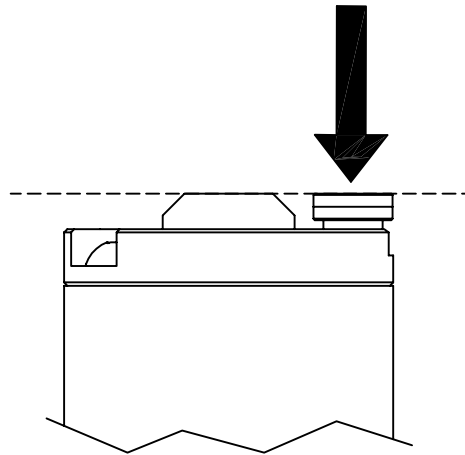

Figura 7.5 Posição de elemento de temperatura
17. Verifique que o elemento de temperatura (a) está corretamente montado. O elemento de temperatura deve estar nivelado com o prisma, Figura 7.5. Se bem montado o sensor de temperatura deve poder ser empurrado cerca de 2-3 mm. como indicado pela seta em Figura 7.5, mas volta à posição exterior.